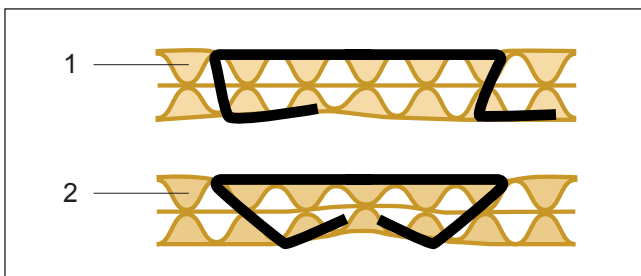

Fig. 13
Jede Bodenheftmaschine wurde vor der Auslieferung genau geprüft. Es könnte sich jedoch beim Transport eine Schraube gelöst haben, welches ein unkorrektes Heften (Fig. 13/1) verursacht.
- Machen Sie eine Probeklammerung in einen Karton. Wenn die Rillplatte korrekt eingestellt ist, sollte die Klammerung wie in (Fig. 13/2) aussehen.